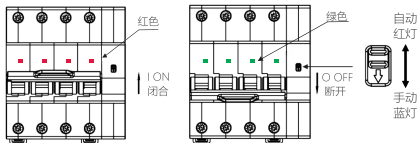

图3 断路器合/分闸状态指示、模式选择
8.1 安装使用前先检查断路器标志与所使用的工作条件是否相符；通电前，先人为操作几次断路器，其机构动作应灵活、可靠、无阻滞现象。断路器合/分闸状态指示、模式选择开关“自动” / “手动”位置见图3。